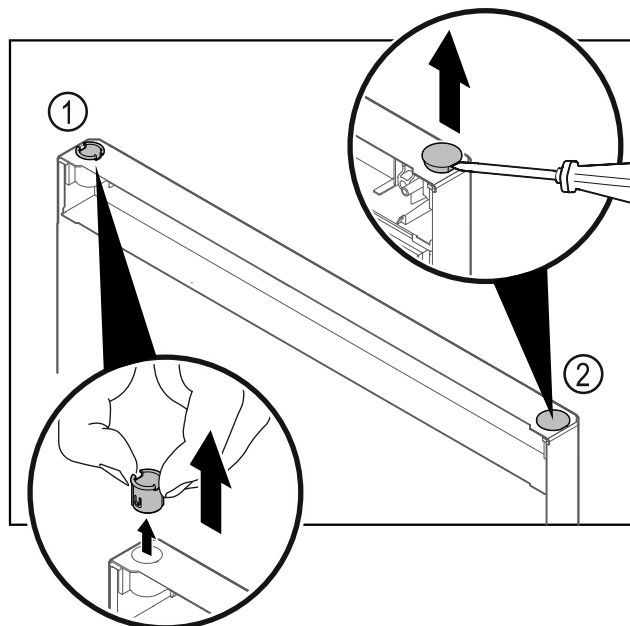

Fig. 21
- Izvelciet ar pirkstiem eņģes ieliktni Fig. 21 (1).
- Paceliet uzmanīgi ar plakano skrūvgriezi un izvelciet ārā nosedzošo aizbāzni Fig. 21 (2).